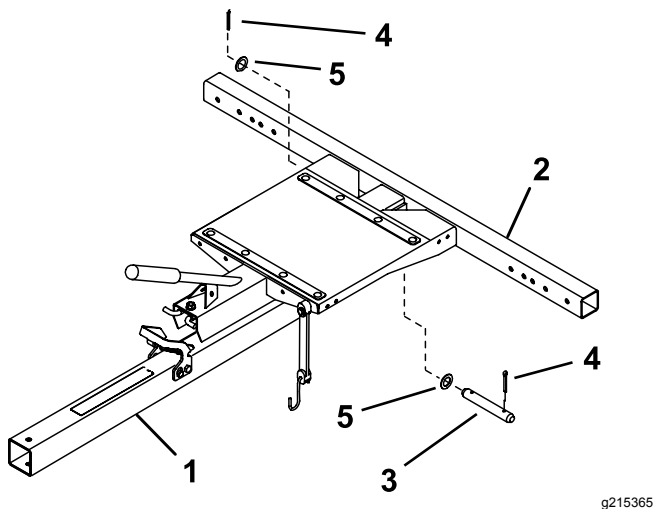

Bild 1
1. Setzen Sie die Anhängerkupplung in den Rahmen ein und fluchten Sie gleichzeitig die hinteren Befestigungslöcher aus (Bild 1).
2. Befestigen Sie die Anhängerkupplung mit einem Lastösenbolzen, zwei Scheiben und zwei Splints im Rahmen (Bild 1).